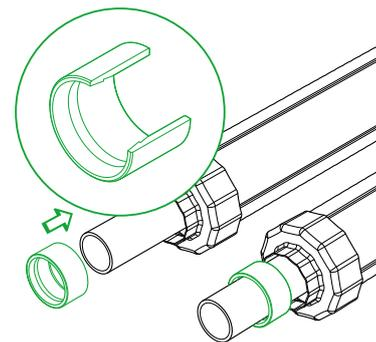

Рис. 4.5.3
- Надеть гильзу подвижную на напорную трубу внутренней фаской по направлению к торцу трубы (рис. 4.5.3)